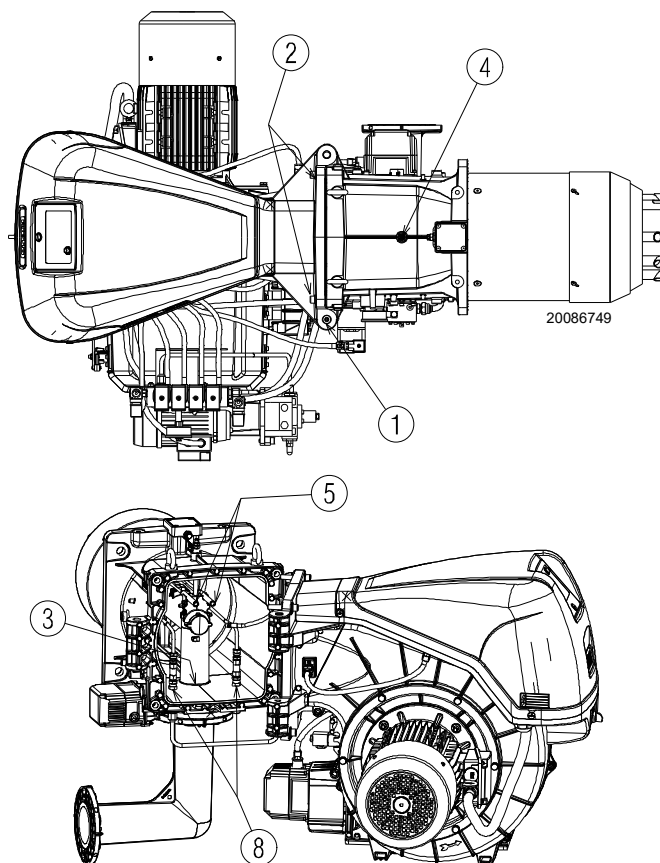

Рис. 16
Горелка поставляется с завода с открытием в правую сторону, следовательно, штифт 1) (Рис. 16) остается на месте.
- C** Полностью откройте горелку, как показано на Рис. 16.
Чтобы открыть горелку с противоположной стороны, перед извлечением штифта 1) (Рис. 16) проверьте, чтобы 4 винта 2) были затянутыми. Затем переместите штифт 1) на противоположную сторону, только после этого можно выкрутить винты 2). Отсоедините разъем 9) (Рис. 16) реле максимального давления газа, а затем поступайте, как описано выше в пункте C).